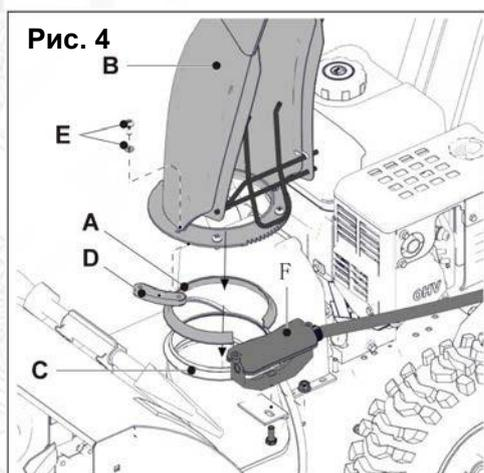

Рис. 4
### 5. Установка желоба (Рис.4, 4а, 4б).
Рис. 4а
Рис. 4б
- a) Установите скользящее кольцо (A) и выпускной желоб (B) на фланцевый фитинг (C) Рис.4.
- b) Вставьте салазки (D) под фланцевый фитинг (C), совместив отверстия на салазках с отверстиями в нижней части желоба.
- c) Вставьте винты с шайбами (E) в отверстия и закрепите.
- d) Закрепите узел червячного винта на опоре, проверив правильное сцепление узла червячного винта с зубчатой секцией на желобе (F).